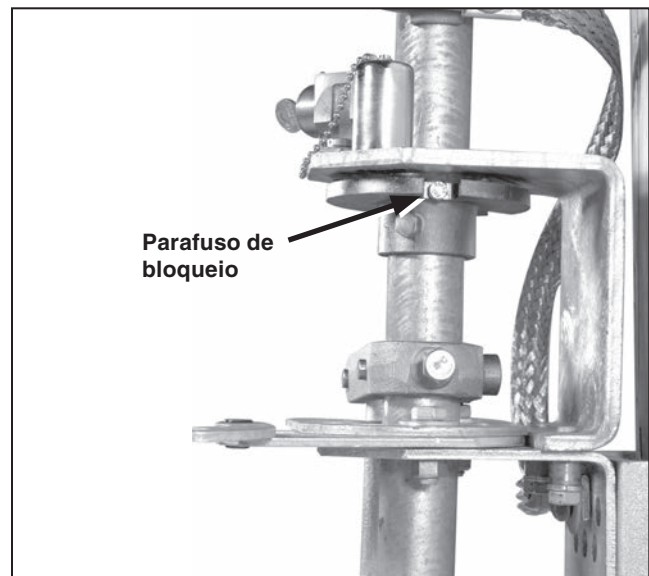

Figura 27. Rasgo de bloqueio no disco de intertravamento.
PASSO 24. Trave um dos dois rasgos no disco de travamento com os parafusos de bloqueio fornecidos (o rasgo a ser bloqueado depende de qual arranjo é necessário: travado na posição aberta ou travado na posição fechada) Ver Figura 27.